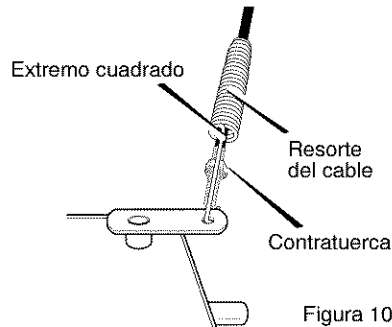

Figura 101
2. Meta el cable por el resorte hasta exponer la porción roscada del cable (Figura 101).